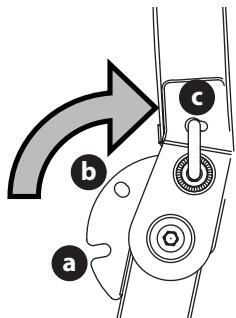

Figura 5
2. Mueva el ROPS a la posición deseada (Figura 5).
NOTA: las tres posiciones son posición TRANSPORTE (a), posición TRANSPORTE CON EMBOLSADORA (b) y posición OPERACIÓN (c) (Figura 5).